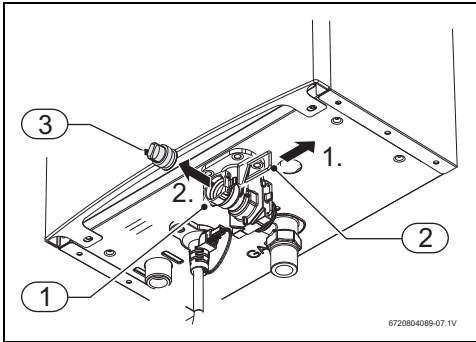

Fig. 18 Parafuso de purga
- ▶ O aparelho não deverá ser instalado em locais cuja temperatura ambiente possa ser inferior a 0 °C. Caso exista o risco de congelação, desligar e purgar o aparelho (→ Fig. 18).